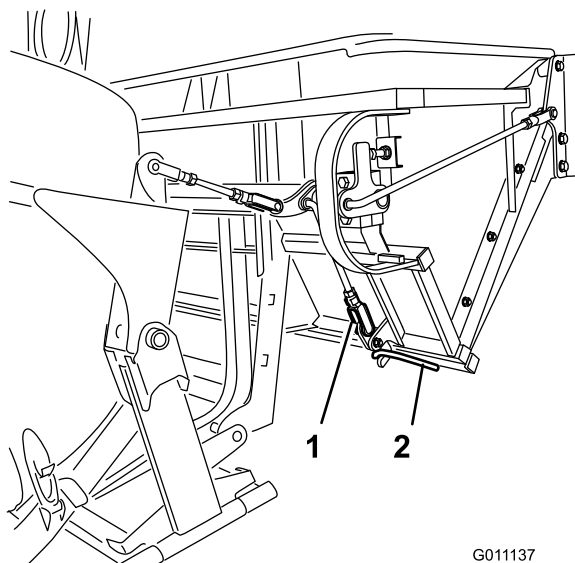

Рисунок 43
4. Произведите проверку, чтобы убедиться в том, что защелки полностью вошли в зацепление и входят в контакт со штоком защелки, приваренным к двери (Рисунок 43).